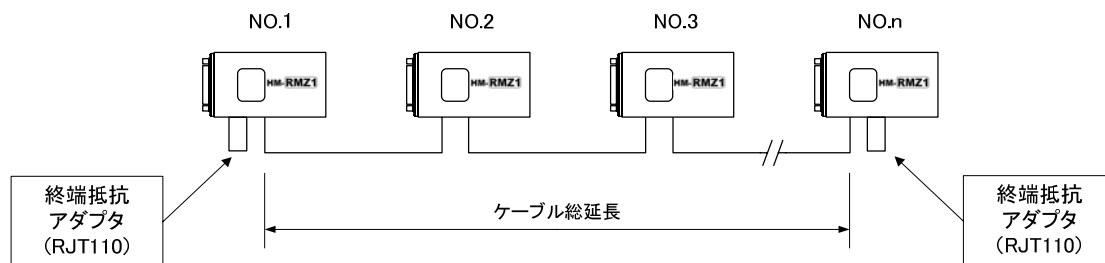

図 9-1 同期ネットワーク接続図
- ① N 台の HM-RMZ1 を用意します。同期ネットワークでは、最大 8 台の HM-RMZ1 を接続することができます。
- ② HM-RMZ1 同士を接続する同期ケーブルを用意します。同期ケーブルは、カテゴリ 5 STP-LAN ケーブル相当品を使用します。同期ケーブルは(N-1)本必要になります。
- ③ HM-RMZ1 同士を同期ケーブルで接続します。
- ④ 図 9-1のようにHM-RMZ1 のOUTポートと隣のHM-RMZ1 のINポートを接続します。
- ⑤ 両端のHM-RMZ1（図 9-1ではNO.1とNO.n）の空いているポート（INまたはOUT）に同期ネットワーク用終端抵抗アダプタ（RJT110）を接続します。
- ・ 図 9-1において、ケーブル総延長は 100m以内に収まるようにしてください。